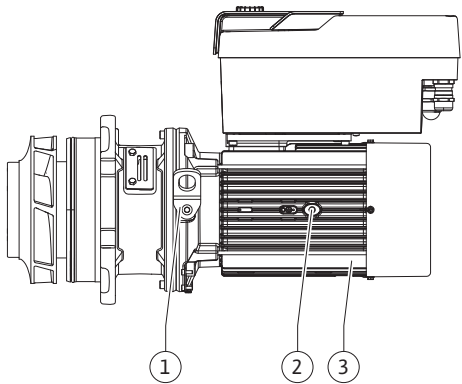

Fig. 4: Juego de introducción
- El rodete y la linterna, junto con el motor, forman el juego de introducción (Fig. 4). El juego de introducción se puede retirar de la carcasa de la bomba con los fines siguientes: